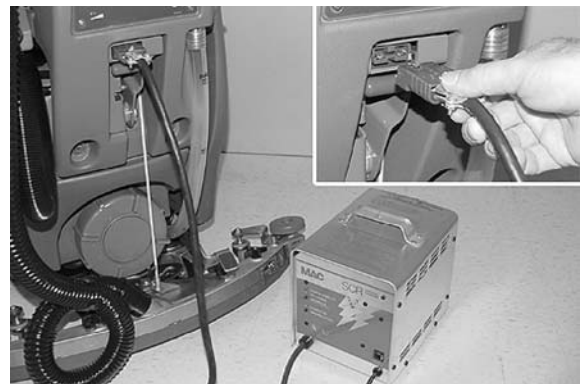

FIG. 47
11. Rechargez les batteries après une durée d'utilisation totale de 30 minutes ou plus (Figure 47). (Voyez CHARGEMENT DES BATTERIES)